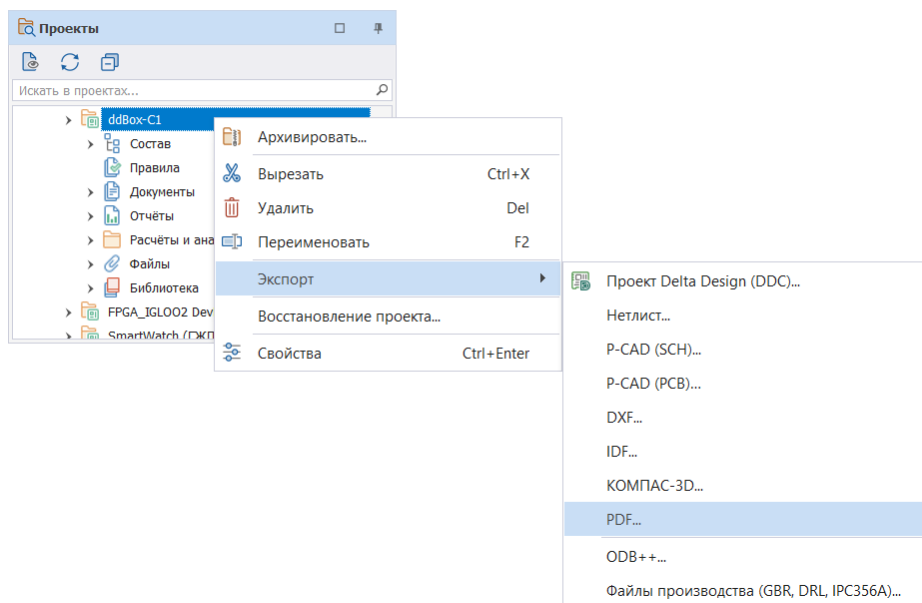

Рис. 81 Вызов экспорта схемы с узла проекта
1. Вызовите контекстное меню с проекта, схему которого необходимо выгрузить в PDF формат, выберите «Экспорт» → «PDF...», Рис. 81.